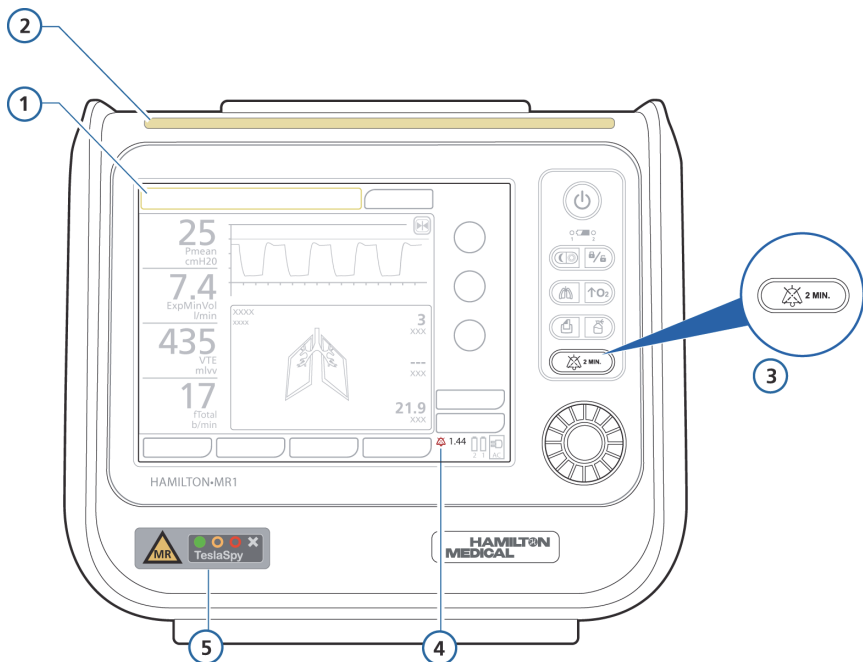
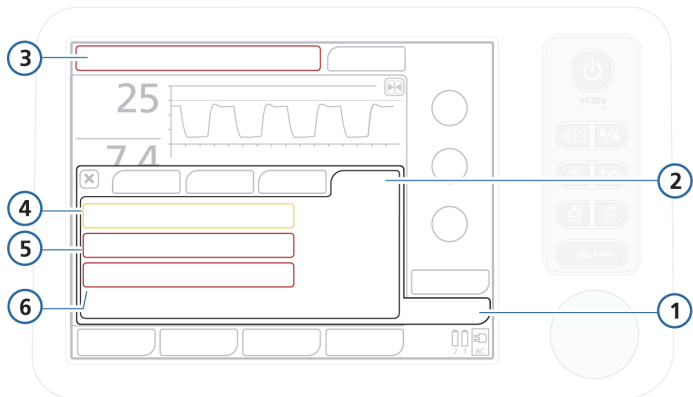

Рисунок 9-1. Визуальные индикации тревог
Рисунок 9-4. Буфер тревог с активными тревогами
В таблице 9-1 описывается визуальная индикация и звуковое сопровождение тревог этих типов, а также объясняется, как на них реагировать. Расположение визуальных индикаторов для тревог на аппарате ИВЛ указано на рис. 9-1. Активные тревоги можно просмотреть в буфере активных тревог (рис. 9-4). Информация о тревоге также сохраняется в журнале регистрации событий (раздел 9.4).
Четыре индикатора на передней панели аппарата ИВЛ (рис. 9-1) указывают на состояние окружающего магнитного поля, а также самого датчика TeslaSpy.
- Если в текущий момент в аппарате зафиксированы активные тревоги, в буфере отображаются те, которые сработали последними (рис. 9-4). В строке сообщений отображаются связанные с тревогами сообщения. Активные тревоги отображаются в полях с закругленными углами.